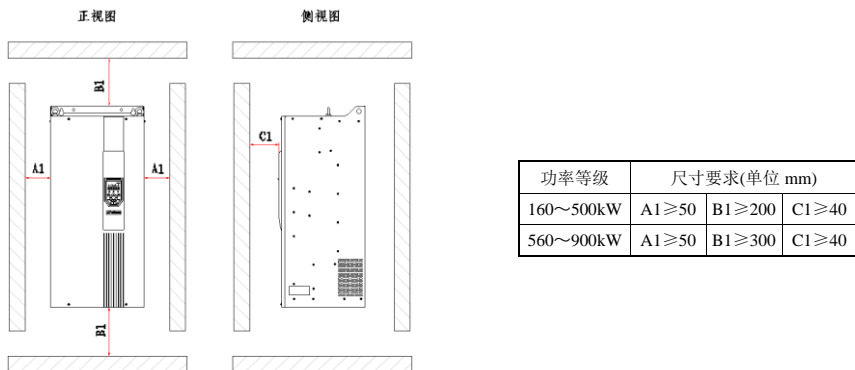

图 3-2 单台机器(Hope400S160T4~Hope400S900T4)安装间隔
- 安装空间要求如图 3-2 所示，需保证软起装置有足够的散热空间，预留空间时请考虑柜内其它器件的散热情况；